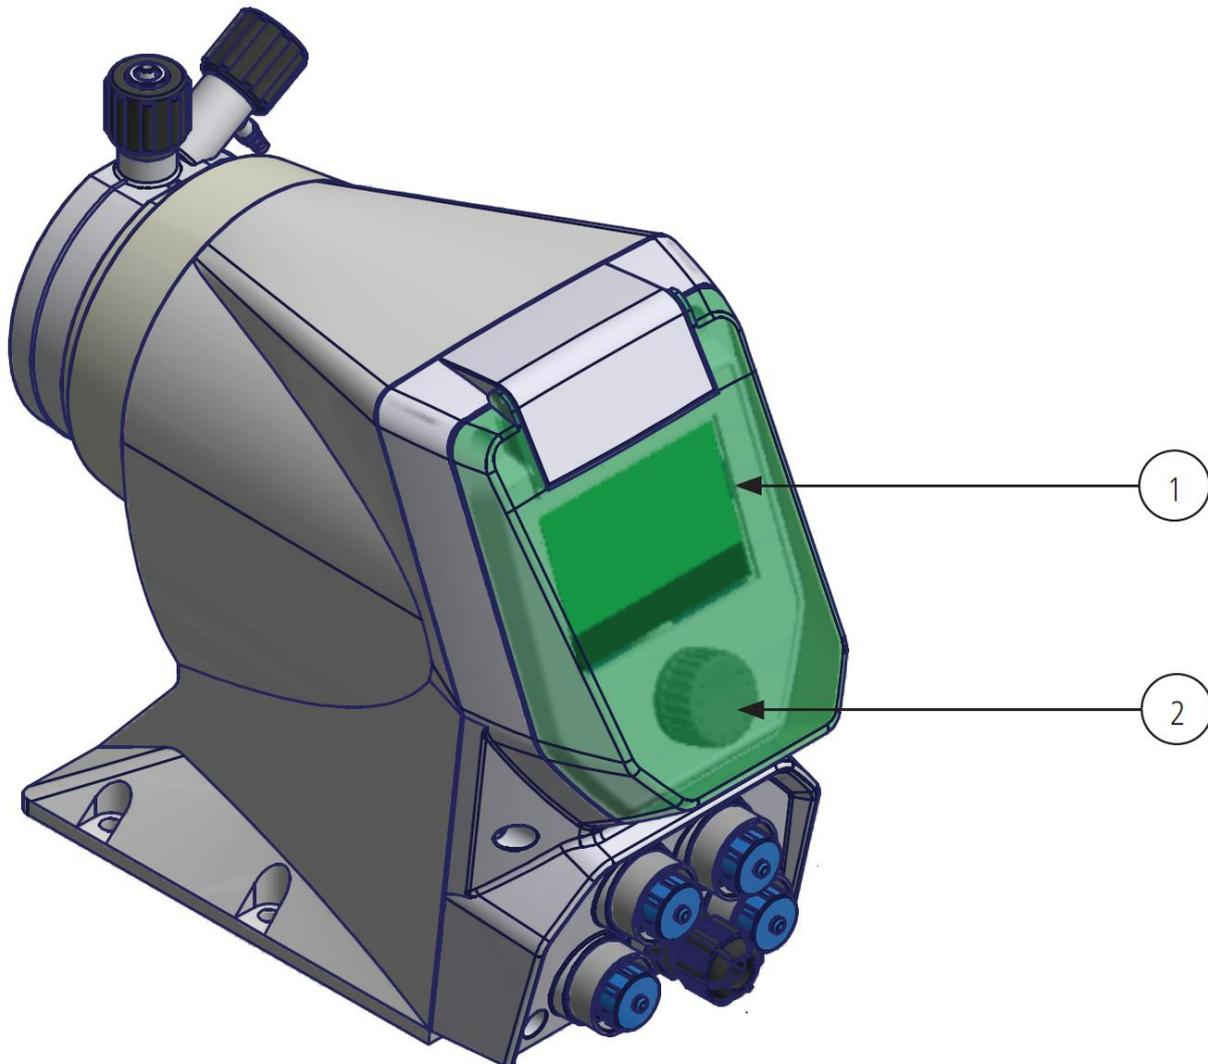

Abb. 6.1
**1. Mehrfarbiges Display, siehe Abb. 6.1 (1), zeigt den Pumpenstatus an.**
## 2. Encoder zu Bedienung des Gerätes. Bedienelement „Encoder“, siehe Abb. 6.1 (2)